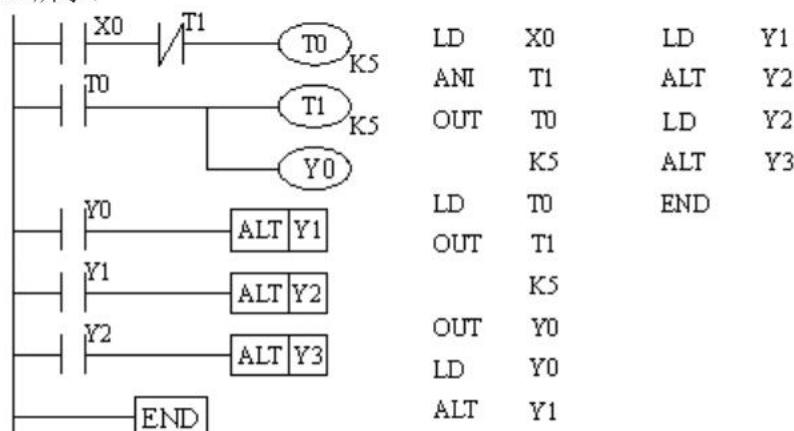
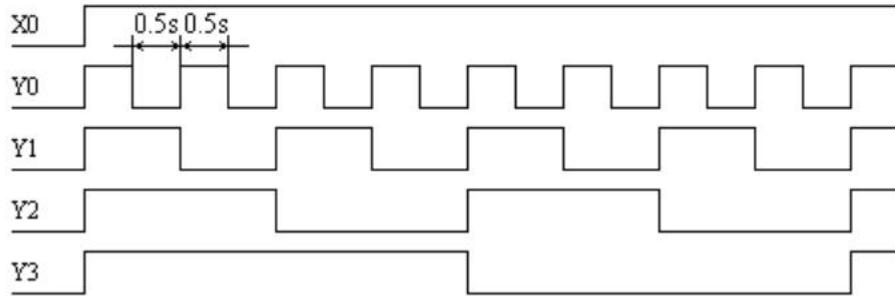

图 21 二分频控制程序
图 22 二分频电路波形图
用交替输出功能指令 **ALT** 实现二分频电路的梯形图和语句表如图 21 所示。二分频电路波形图如图 22 所示。
- (1) 按图 21 输入程序。
- (2) 检查程序是否正确。
- (3) 运行程序，观察 Y0~Y3 的输出是否和图 22 所示波形一致。